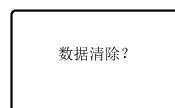

图3-17
3.4.6在轮显状态下，同时按【递增】和【返回】键，输入密码(默认密码:0000),密码验证通过，进入数据清除界面，如图3-17所示，按【菜单】键，清除全部数据并返回主菜单。若按【返回】键，则放弃